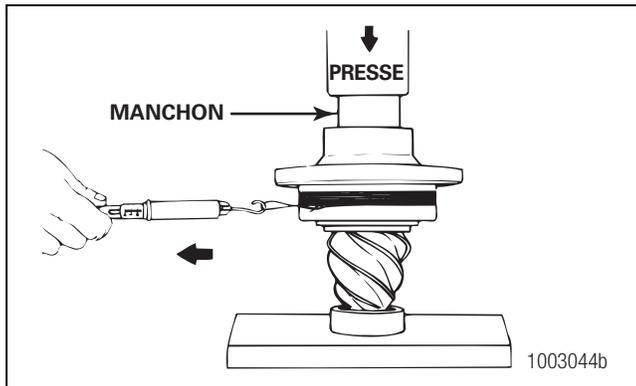

Figure 5.13
2. Utiliser un manchon de diamètre approprié contre la bague intérieure du roulement extérieur. Figure 5.13.
6. Tirer à l'horizontale sur la ficelle. Alors que le logement de roulements tourne, relever la valeur sur l'échelle. Noter la valeur relevée. Figure 5.13.